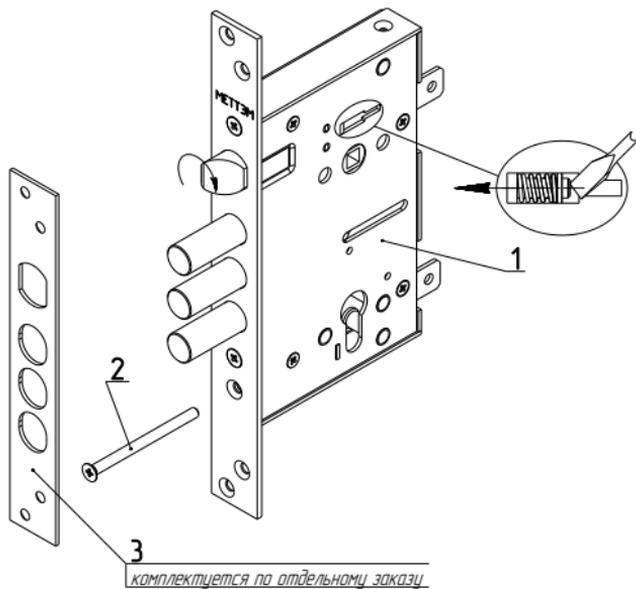

Рис.1
Комплектность замка приведена в таблице и показана на рис. 1.
4.2. Установить, при необходимости, защелку в соответствующее положение для правой или левой двери путем ее выдвигения из корпуса отверткой через паз в крышке замка и разворота на 180° вокруг своей оси (см. рис.1). **При перевороте защелкилицевую планку снять, отвернув винты крепления.**